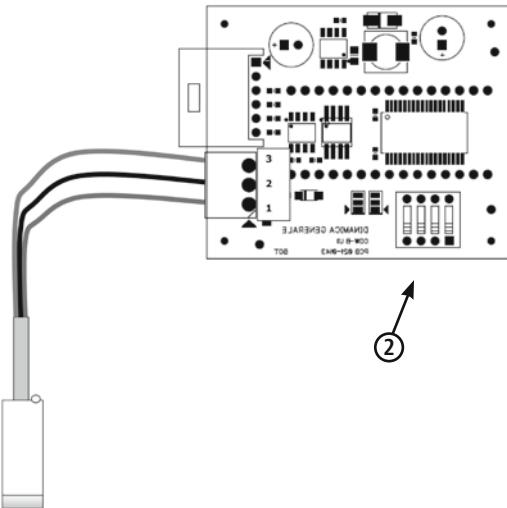

Bild 8: Schema displaykort + sensoranslutning
Motorn aktiveras genom att lyfta borsta, eftersom sensorn (pos. 5, bild 8) registrerar vagnens viloläge. När vagnen lämnar viloläget, börjar borstarna att rotera under den inställda cykeltiden (fabriksinställningen är 60 sekunder). När arbetscykeln är avslutad, väntar styrningen på en ytterligare aktivering, där borstarnas roterar åt motsatt håll i förhållande till den föregående cykeln. På så sätt slits borsten jämnt.
Cykeltiden är fabriksinställd på 60 sekunder. Vid behov kan dessa justeras med hjälp av dip-switch-elementet på displaykortet (pos. 2, bild 8) från 7,5 till 120 sek. (Tabell finns inuti styrenheten).